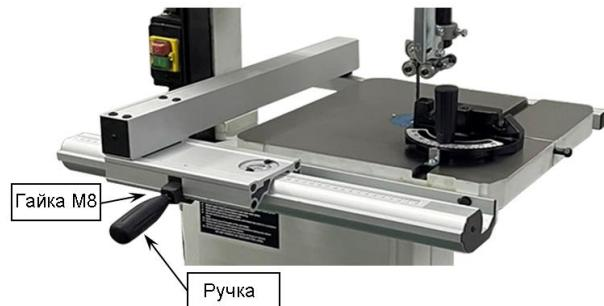

Рисунок 11
- Навинтите 1 гайку M8 на ручку фиксации упора, затем вкрутите ручку в упор и закрепите ее на месте, затянув гайку к упору. Переместите ручку фиксации упора вверх, расположите переднюю поверхность упора между стойкой и пильным полотном, как показано на рисунке 20, затем поместите упор на переднюю направляющую (см. рисунок 11).
- Положите упор (рисунок 11) на направляющую и выровняйте профиль упора параллельно пазу углового упора в столе.